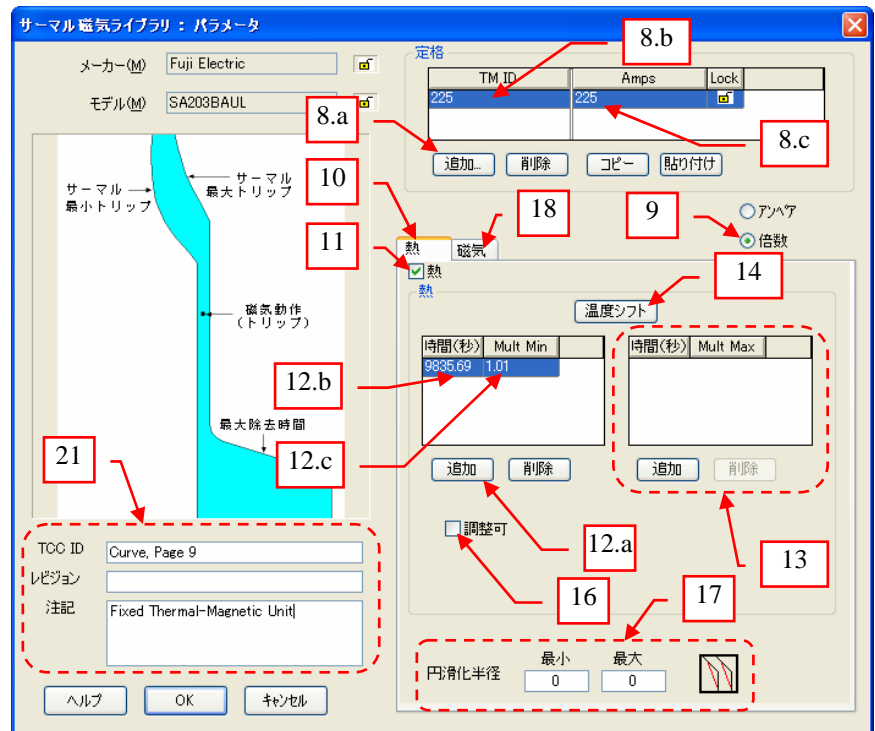
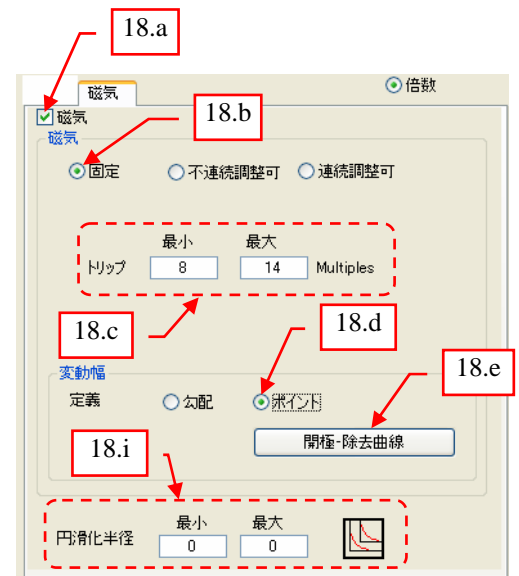

図 19
図 21
16. 熱要素が固定の場合、“調整可” のチェックをはずします。 図 19 参照
17. ここでは、熱のデータが点によって定義されているため、カーブの曲線に影響を与えていません。その場合、円滑化半径 “最小” と “最大” に 0 を入力します。 図 19 参照
18. “磁気” のタブをクリックします。 図 19 参照 “磁気” のページが表示されるので、以下の通り入力します。 図 21 参照
20. ここでは、磁気データが点によって定義されているため、カーブの曲線に影響を与えていません。その場合、円滑化半径 “最小” と “最大” に 0 を入力します。 図 21 参照
21. “サーマル磁気ライブラリ: パラメータ” ダイアログボックスの左下にある行に以下の情報を入力します。 図 19 参照